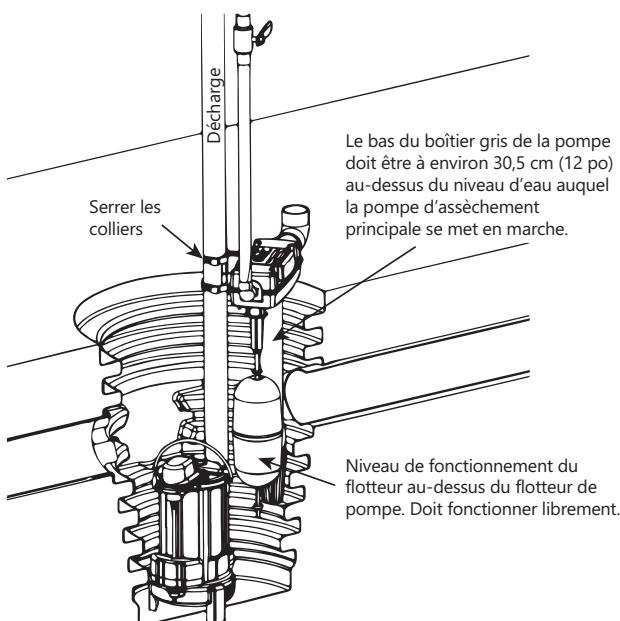

Figure 2. Mise en place de la SumpJet
- À l'aide des colliers de serrage fournis, monter la pompe SumpJet sur le tuyau d'évacuation existant. Poser la pompe de manière à ce que le niveau d'actionnement du flotteur soit à quelques centimètres au-dessus de celui du flotteur de la pompe d'assèchement principale. (Voir Figure 2.) Serrer les colliers sur le tuyau d'évacuation.